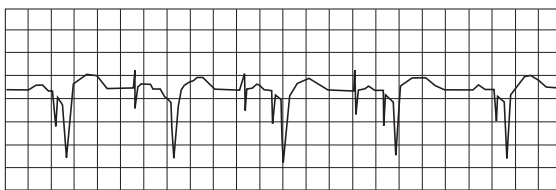

図7 A-Vシークエンシャル・ペーシング時の体表表面心電図
1) 心房および心室ペーシングを行った後、カテーテルの2つの心室電極コネクタと2つの心房電極コネクタとをA-Vシークエンシャル・ペースメーカーに接続し、ペーシングを試みます。図7はA-Vシークエンシャル・ペーシング時の心電図です。